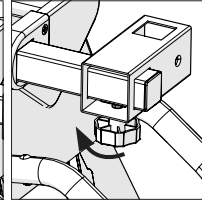

Fig. 4
- Dra på arbetsstödfästena på förlängningsarmarna och lås dem på plats med en låsknopp (Fig. 4)